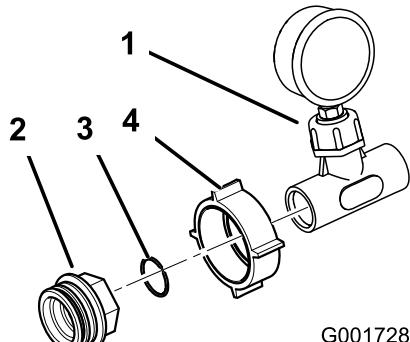

Figura 13
- Instale la tuerca grande de plástico sobre el conjunto del manómetro y el acoplamiento en T. Instale una junta tórica y un adaptador de plástico en el conjunto, según se indica en Figura 13.